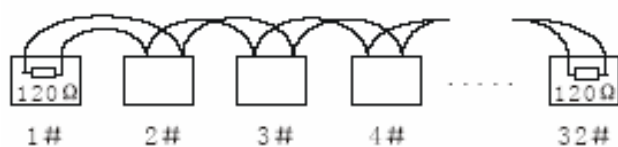
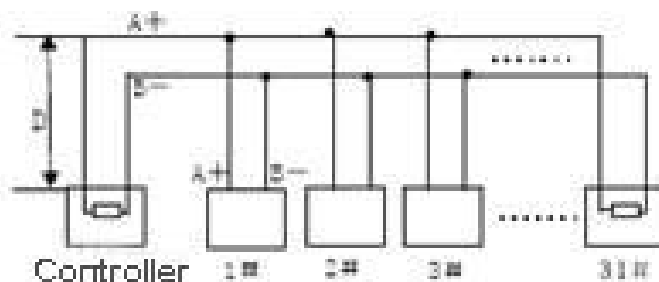

Fig. 26
Fig. 27
Le fig. 26 e fig. 27 mostrano in modo semplificato la modalità di collegamento; la lunghezza del tratto "D" non deve superare i 7 metri.
2.2 La resistenza terminale da  $120\Omega$  è collegata come mostrato nella fig. 27.